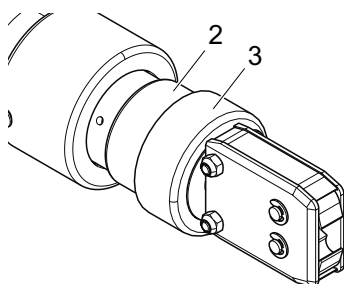

Fig. 13: Girar el cabezal de la tenaza
2. Mantenga el cabezal de la tenaza en el área 2 (Fig. 13/2) y gire en la posición deseada.